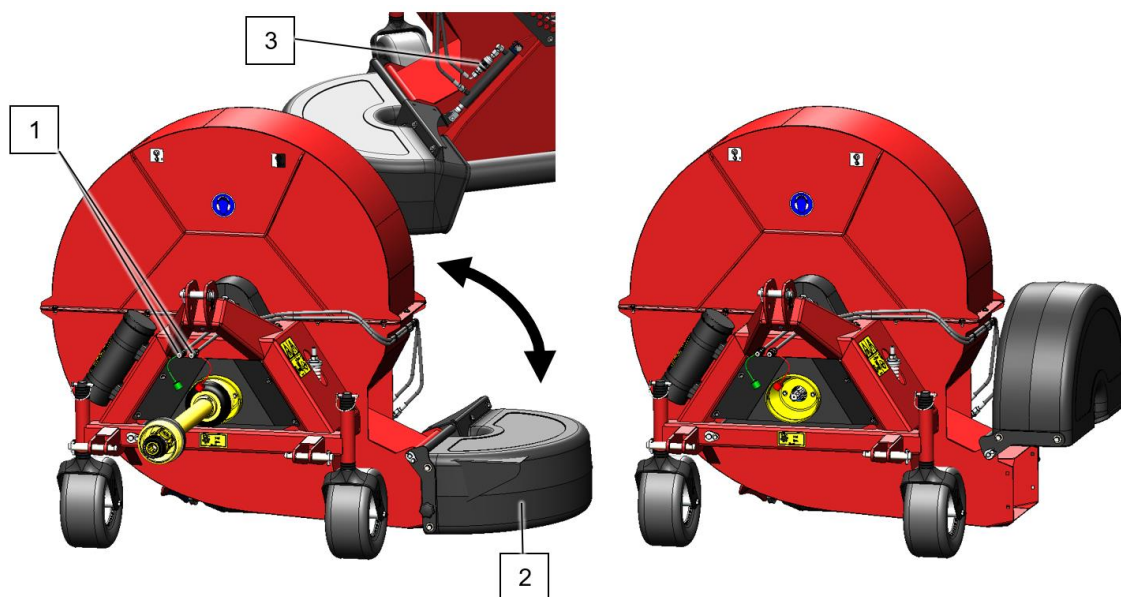

Fig. 9
Middels de hydraulische aansluiting ((1) Fig. 9) kan de stand van de omkeerbocht (2) worden bepaald. Hierdoor wordt de lucht naar links, rechts of aan beide zijde van de machine uitgeblazen. Middels de smookklep (3) kan de snelheid van de verstelling worden gereguleerd.